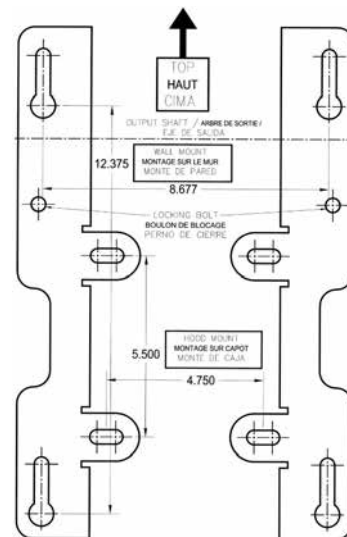

Figura 7 - Agujeros de montaje Opera
2. Localizar los 4 agujeros de montaje (Figura 7).